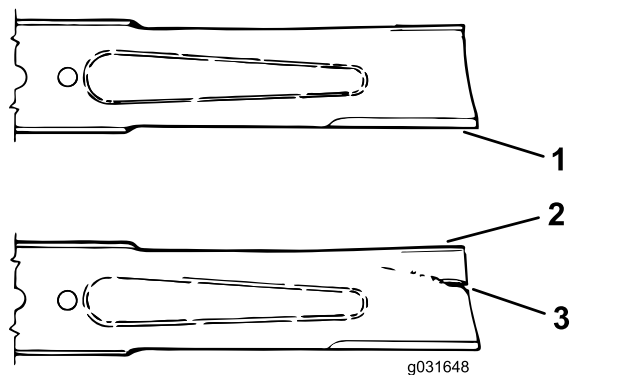

图 75
3. 仔细检查刀片的剪草端特别是刀片平面和曲面交接的部分 (图 75)。